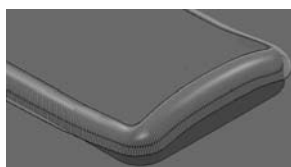

图 2-218 交叉
- **【交叉】**：从起始参考线上的一个点移动到终止参考线上的对应点而形成刀具路径，如图 2-218 所示。